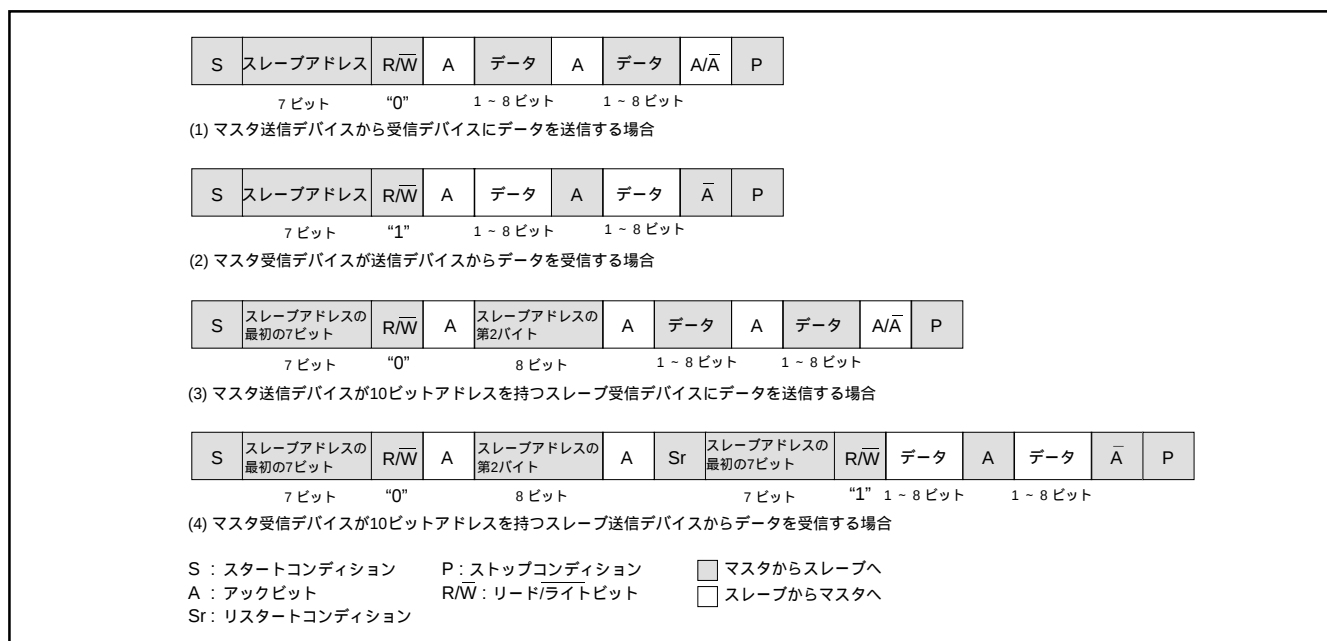

図 8.6.12 アドレスデータ通信フォーマット
7 ビットアドレスフォーマットに対応するために、I2C コントロールレジスタ (00F916 番地) の 10BIT SAD ビットを“0”にしてください。マスタから送信された最初の 7 ビットのアドレスデータと、I2C アドレスレジスタ (00F716 番地) に格納された上位 7 ビットのスレーブアドレスを比較します。この比較時には、I2C アドレスレジスタ (00F716 番地) の RBW ビットのアドレス比較は行われません。7 ビットアドレスフォーマット時のデータ伝送フォーマットは図 8.6.12 の (1), (2) を参照してください。
1 バイト目のアドレスデータとスレーブアドレスが一致した場合には、I2C ステータスレジスタ (00F816 番地) の AAS ビットが“1”にセットされます。2 バイト目のアドレスデータは、I2C データシフトレジスタ (00F616 番地) に格納した後、ソフトウェアで 2 バイト目のアドレスデータとスレーブアドレスのアドレス比較を行ってください。2 バイトのアドレスデータとスレーブアドレスが一致した場合には、I2C アドレスレジスタ (00F716 番地) の RBW ビットをソフトウェアで“1”にしてください。この処理により、リスタートコンディション検出後に受信する 7 ビットのスレーブアドレス及び R/W のデータと I2C アドレスレジスタ (00F716 番地) の値を一致させることができます。10 ビットアドレスフォーマット時のデータ伝送フォーマットは図 8.6.12 の (3), (4) を参照してください。